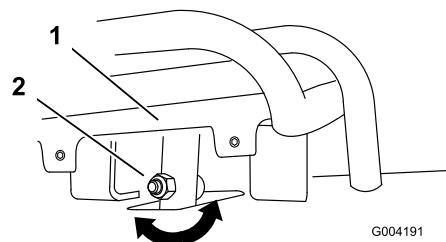
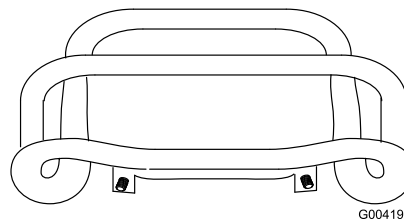

Figura 54
Figura 55
4. Se la parte anteriore del comando della trazione non rimane dritta e a filo con la barra di riferimento, allentare il dado flangiato e imbullonare lo stelo del comando della trazione (Figura 54).
5. Regolare il comando della trazione in modo che rimanga a filo con la barra di riferimento quando viene tirato all'indietro (Figura 54 e Figura 55).
- C. Allentate il dado flangiato e il bullone nello stelo del comando della trazione (Figura 54).
- I. Regolare il comando della trazione in modo che rimanga a filo con la barra di riferimento quando viene tirato all'indietro (Figura 54 e Figura 55).